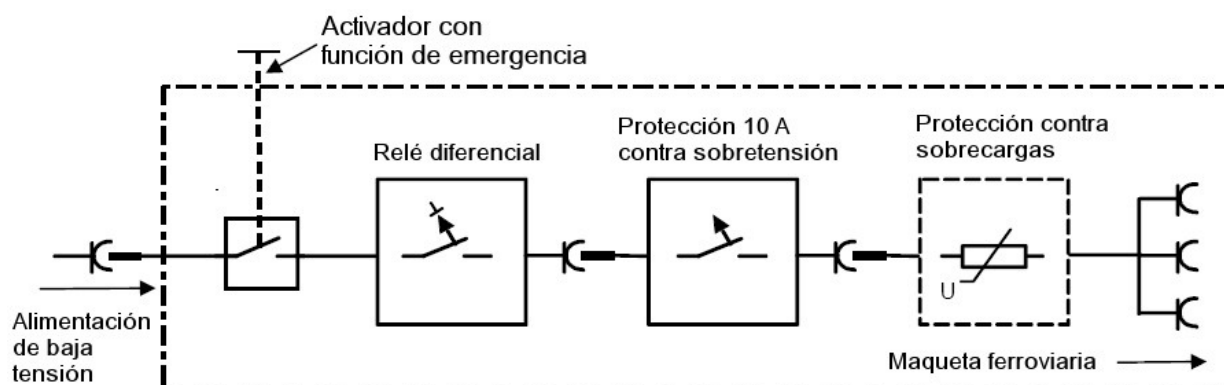

Figura 10
**Recomendaciones:** La Baja Tensión para la instalación de modelismo debe estar provista de un dispositivo de alimentación transportable cuya concepción se representa en la figura 10. Este dispositivo asegura el enlace entre la fuente de B.T. local y la alimentación de los trenes en la carpa o vehículo. Si el aparellaje está dentro de un cofre cerrado, no es necesario prever conexiones mediante enchufes entre los elementos que lo constituyen.